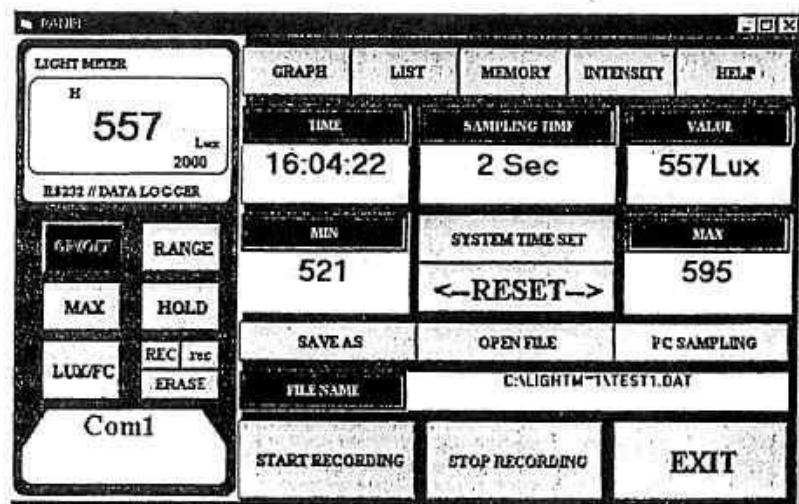

図11
- ④例えば、ファイル名を「test1.dat」と入力し「OK」ボタンをクリックすると図11が表示されます。